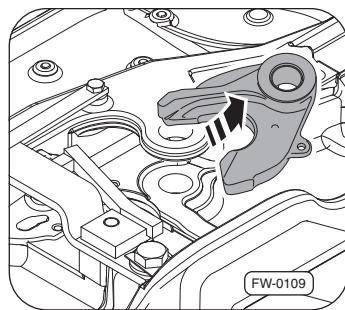

Fig. 33 · Démonter la pièce de verrouillage
7. Retirer la pièce de verrouillage ⇒Fig. 33, –flèche–.